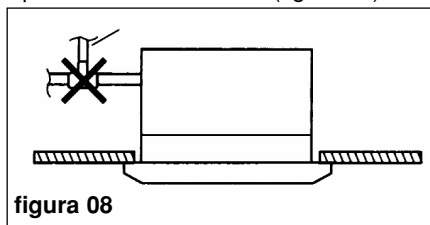

figura 08
- Non installare uno sfiato d'aria (figura 08) in posizione errata.